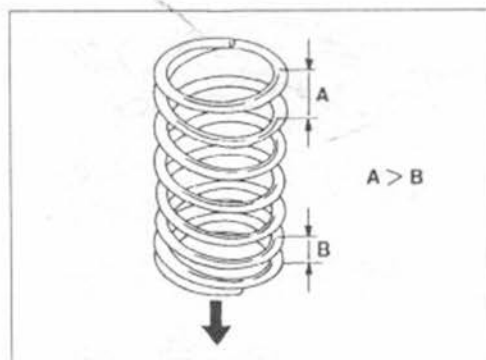

Рис. 60.
- Седла пружин клапанов и пружины клапанов установить на головку блока цилиндров (на соответствующие клапаны, если применяются те же самые пружины). Если были применены компенсационные шайбы для компенсации длины клапанов, они должны входить в седла пружин клапанов. Пружины с одного конца имеют меньшую навивку. Эта сторона входит в головку блока цилиндров. На рис. 60 показана пружина клапана. У ДОНС-двигателя две пружины на каждый клапан.